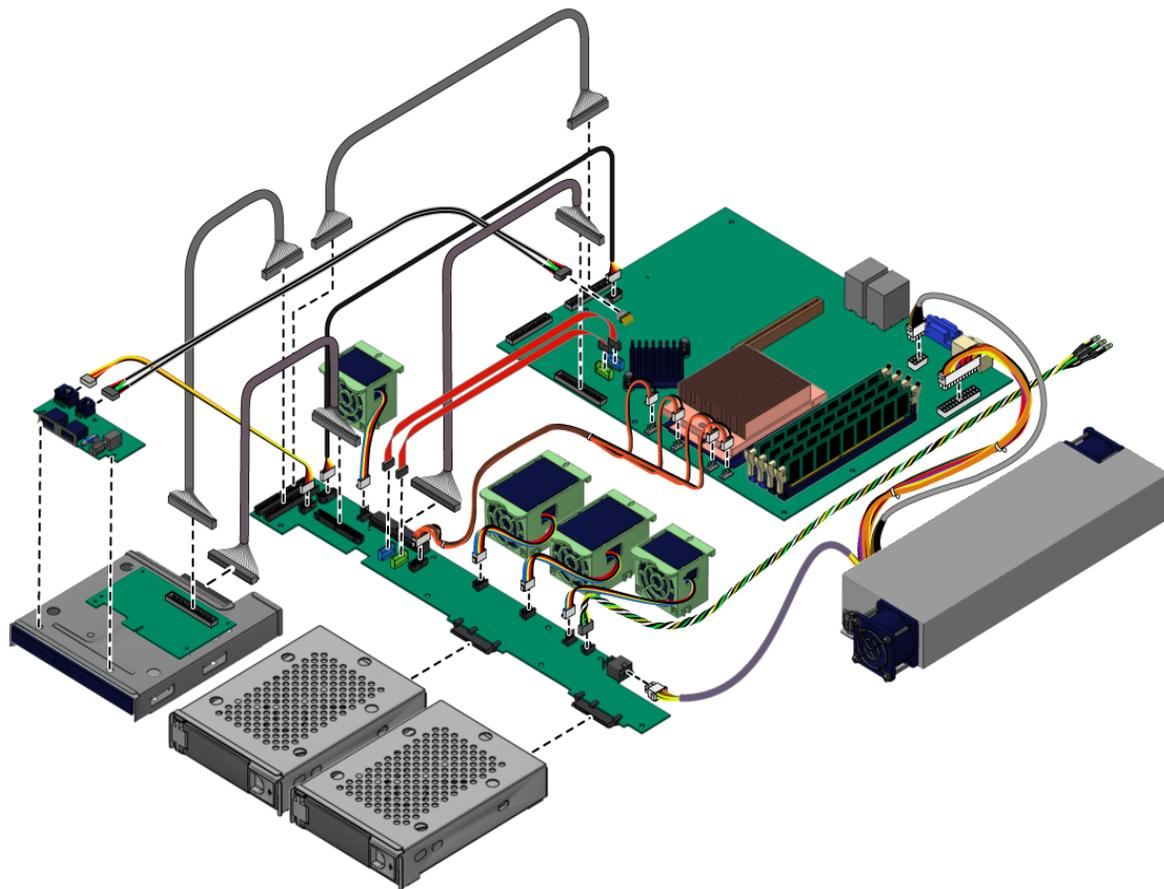

図 4-38 サーバー内部のケーブル配線
4. すべてのケーブルが正しく配線され、すべてのケーブルコネクタが正しく固定されていることを確認してから、左側のアクセスパネルを再度取り付けます。図 4-38 をご参照ください。